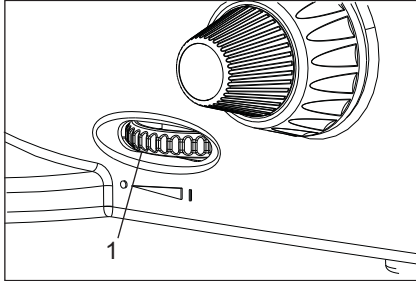

Fig. 5
2. Ruotando la manopola di regolazione l'intensità della luce (fig.5), in direzione della freccia aumenta la luminosità e di rotazione in direzione opposta diminuisce la luminosità.